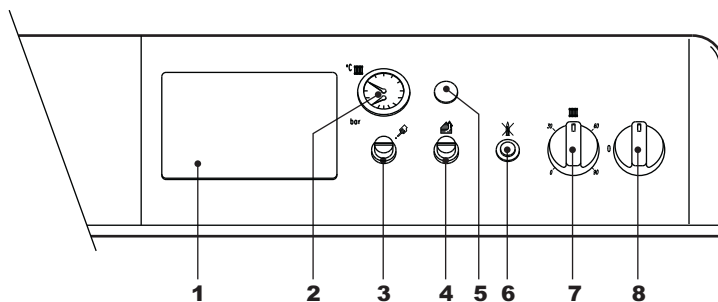

fig. 1 - Panel de mandos
- Poner el interruptor de la caldera "8" en la posición 1 (fig. 1).
- Si la caldera se equipa con una centralita termostática, montada en posición 1 de fig. 1, el usuario también ha de leer las instrucciones suministradas por el fabricante de aquélla.
Si se gira el mando 7 fig. 1 en el sentido de las agujas del reloj, la temperatura del agua de la calefacción aumenta; en sentido contrario a las agujas del reloj, disminuye. La temperatura puede regularse entre 30 °C y 90 °C. Se aconseja no hacer funcionar la caldera a menos de 45°.
Mediante el termostato de ambiente, programar la temperatura deseada en el interior de la vivienda. La caldera se enciende gobernada por el termostato de ambiente y calienta el agua de calefacción a la temperatura establecida por el mando de regulación de la temperatura de la calefacción 7 fig. 1. Cuando se alcanza la temperatura ambiente deseada, el generador se apaga.
La presión de carga con la instalación fría, leída en el hidrómetro de la caldera 2 fig. 1, tiene que estar alrededor 1,0 bar. Si la presión de la instalación disminuye durante el funcionamiento (debido a la evaporación de los gases disueltos en el agua) por debajo del